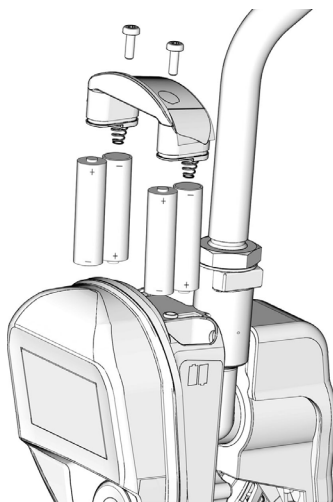

FIG. 76
- Asegúrese de respetar la polaridad correcta como se indica en las etiquetas de instalación ubicadas en cada lado de la válvula dispensadora cuando ponga las pilas en su compartimento (Fig. 76).
4. Ponga 4 pilas nuevas. Mire las etiquetas de cada lado del alojamiento y la FIG. 76 para ver la orientación de las pilas.